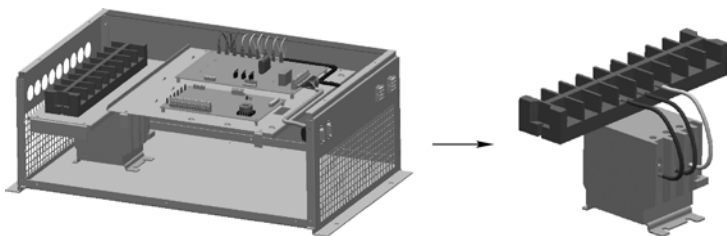

图 3-38 素材文件和布线效果
(1) 打开本书提供的素材文件“配电柜.SLDASM”, 如图 3-38 左图所示, 使用本章所学的知识进行其他部分的布线操作, 效果如图 3-38 右图所示。